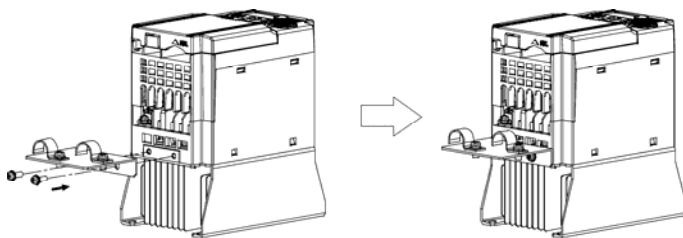

图 11.1 EMC 对应屏蔽接地金属件的安装方法
- 1) 用螺钉安装变频器上附带的 EMC 对应屏蔽接地金属件。（参照图 11.1）